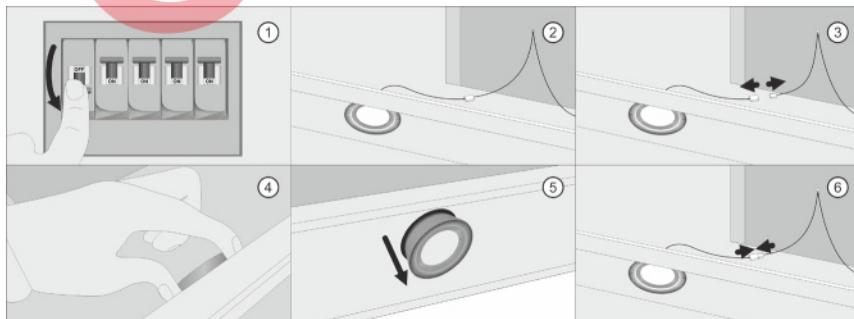

Рис. 15 Замена ламп освещения
Перед заменой ламп следует отключить изделие от сети питания. (Рис. 15. 1)
- Поднять стекло вытяжки и извлечь жировой алюминиевый фильтр; (Рис. 15. 2)
ния лампы, нажав на фиксатор на нем; (Рис. 15. 3)
3. Изнутри вытяжки нащупать две фиксирующие пластины лампы, сжать их пальцами и вытолкнуть лампу вниз; (Рис. 15. 4, 5)
4. Установить новую лампу того же типа и характеристик (12 В, 1,5 Вт), и последовательно подключить к питанию. (Рис. 15. 6)